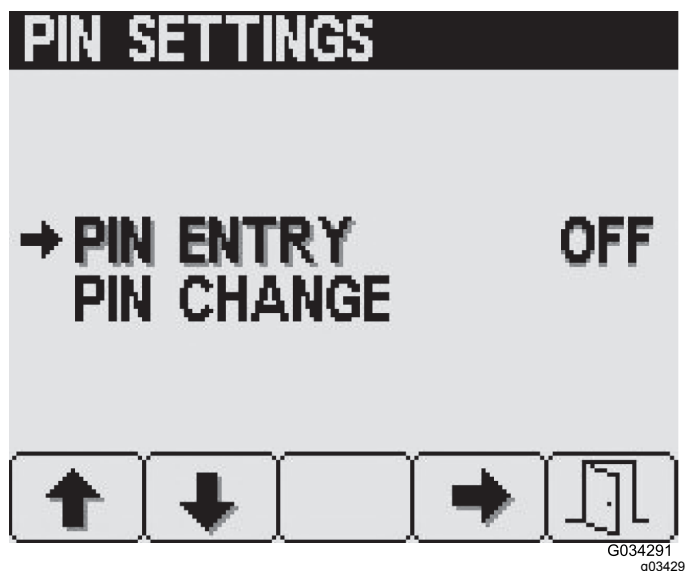

Figura 25
1. Pulse el botón 1 o el botón 2 para seleccionar la opción INTRODUCCIÓN DEL PIN (Figura 25).
2. Pulse el botón 4 para ACTIVAR O DESACTIVAR el requisito del PIN (Figura 25).